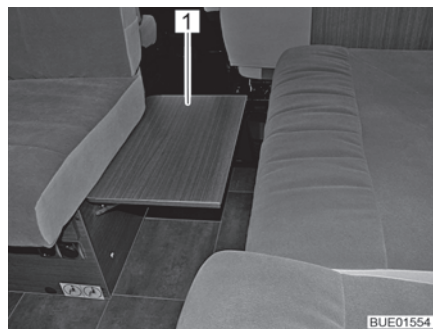

Fig. 99 Allargamento del sedile ribaltabile
- Ruotare verso l'alto e far innestare l'allargamento del sedile (Fig. 99,1) sul sedile anteriore.